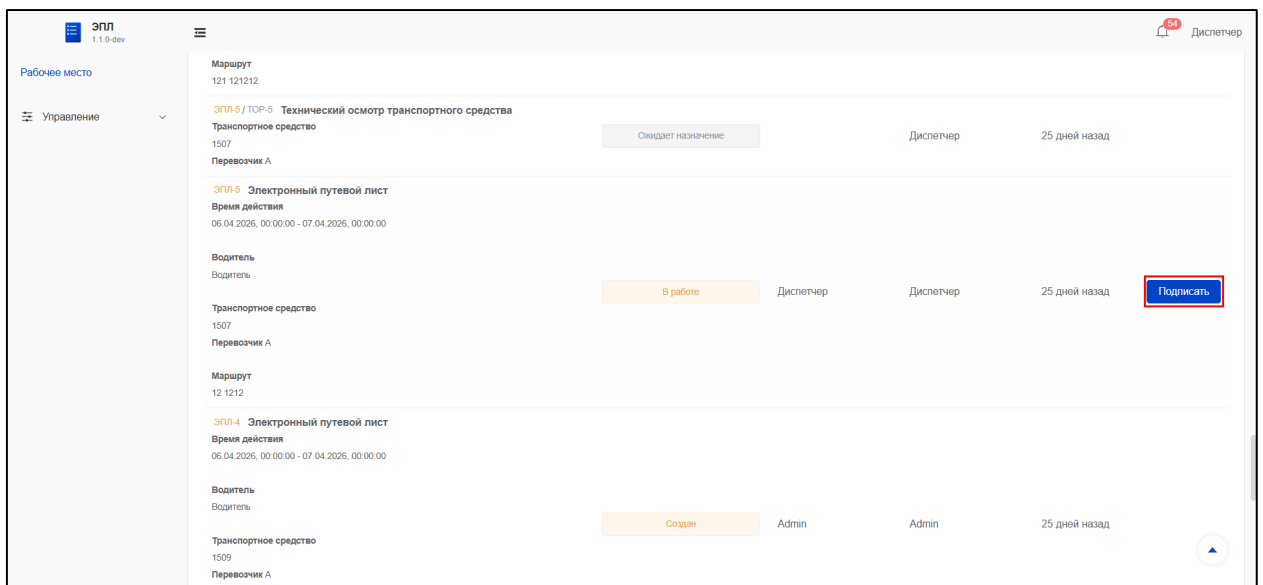

Рисунок 12 – Кнопка «Подписать» в списке задач
1) В списке задач для задачи с ЭПЛ нажать кнопку «Подписать» (Рисунок 12).